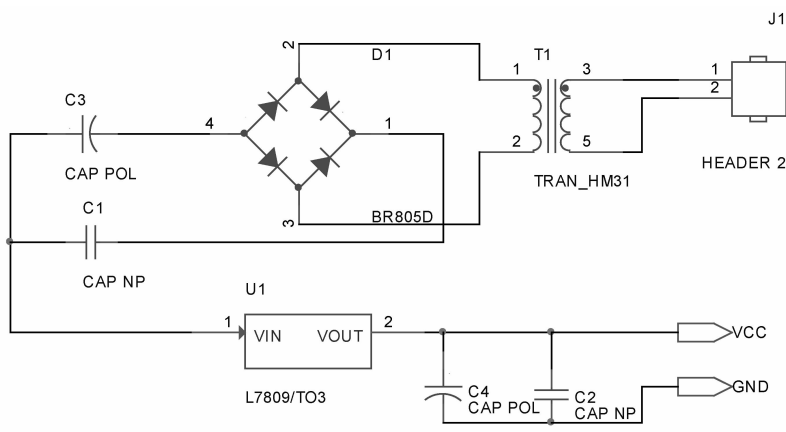

图 6-282 连接电路图
2) 选择菜单栏中的“Place (放置)”→“Wire (导线)”命令，或单击“Draw (绘图)”工具栏中的“Place wire (放置导线)”按钮，连接接地符号与对应接线端，如图 6-282 所示。